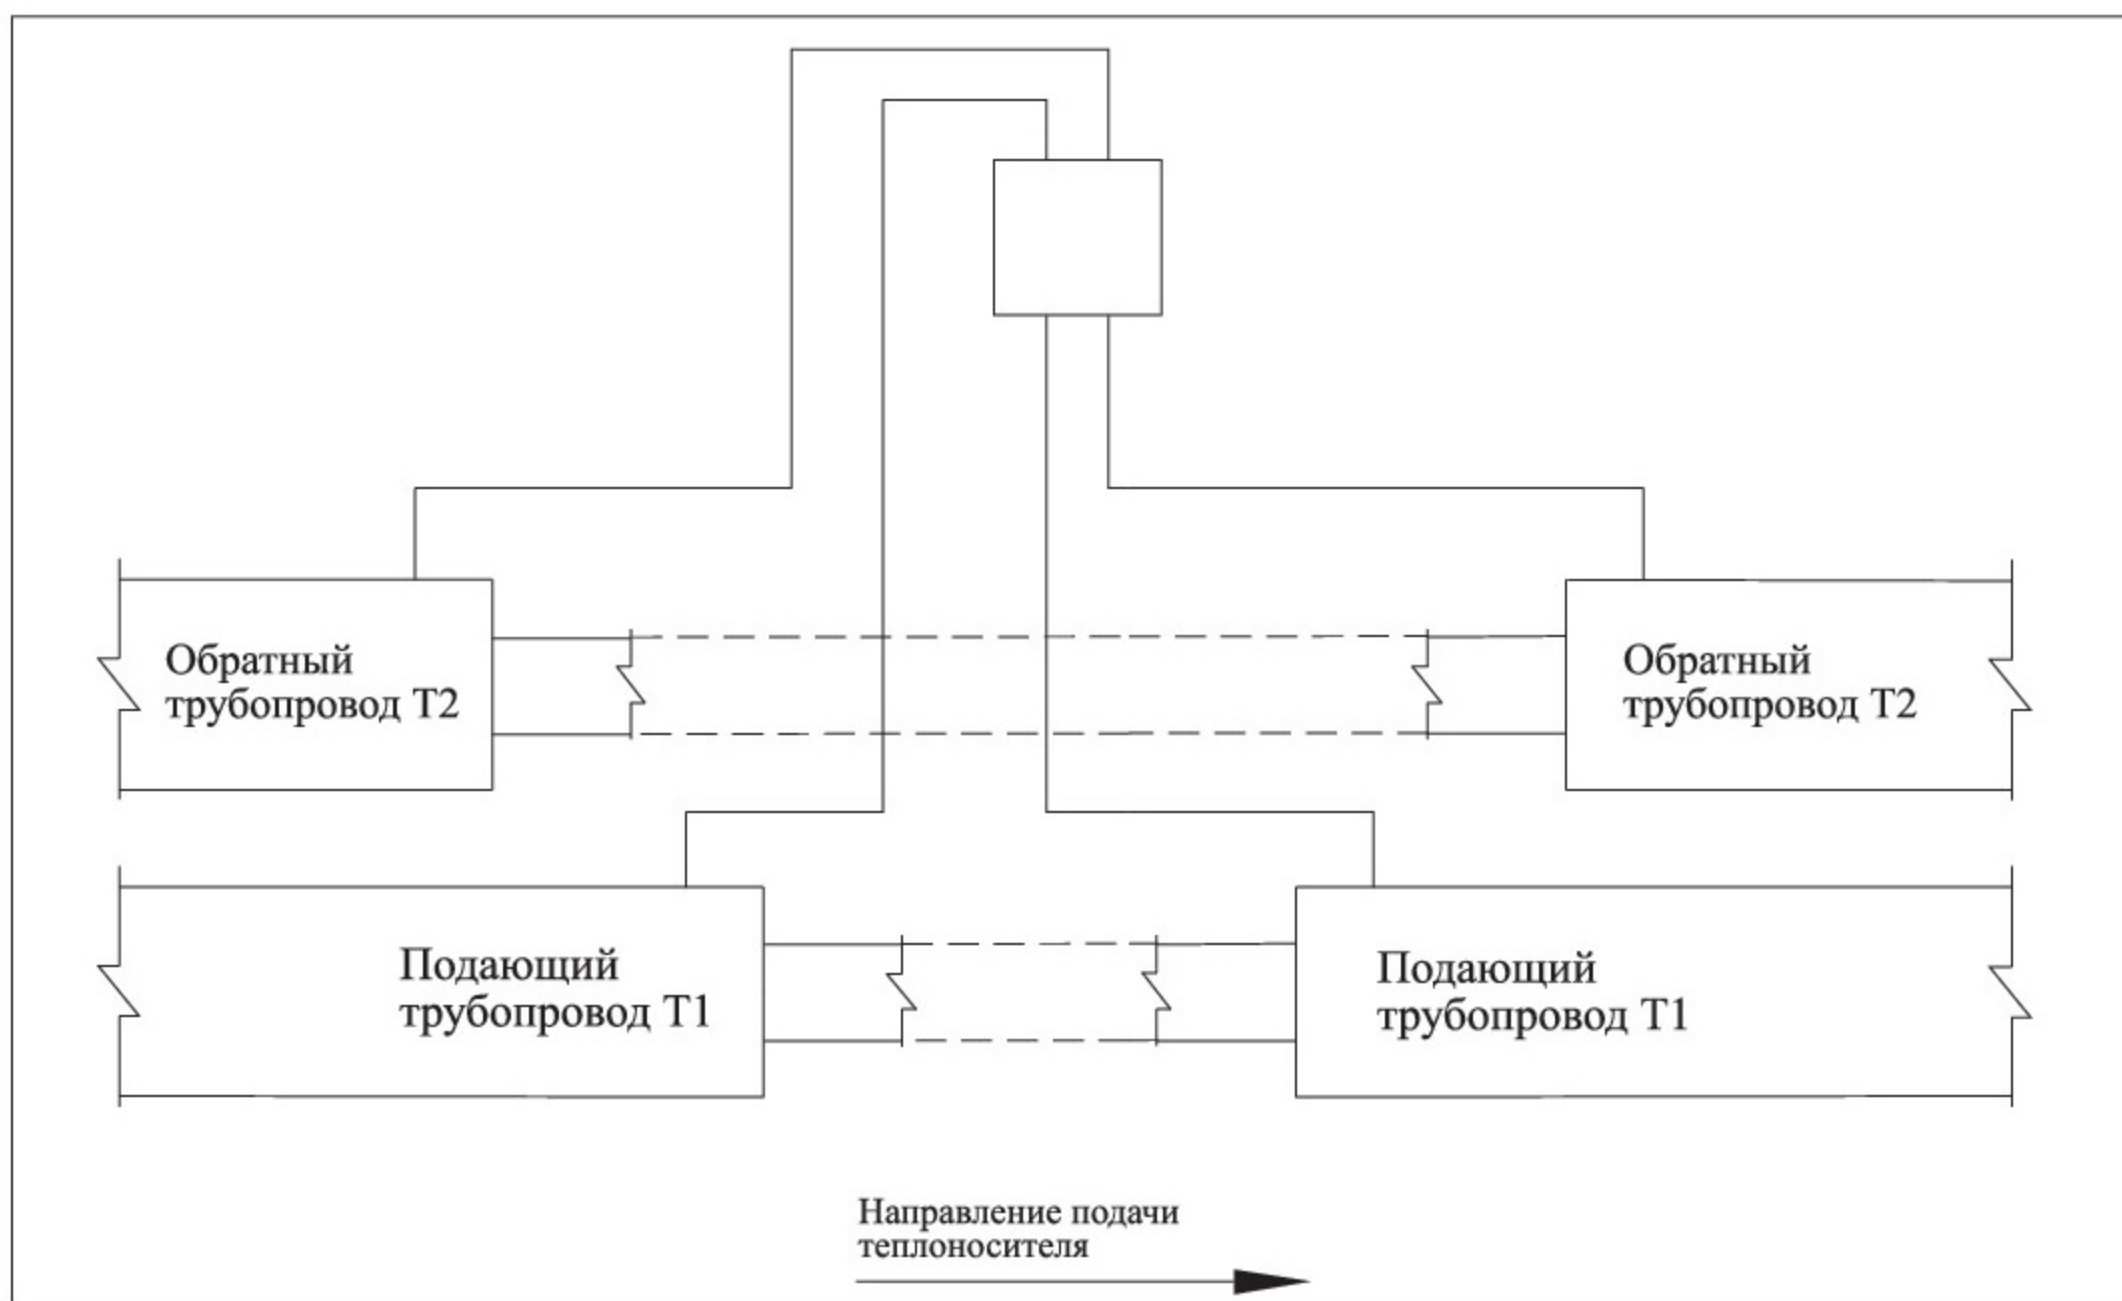

Рис. 5 Закольцовка одной четырехтрубной системы ОДК
- 2.3. Разъединение/закольцовка двух независимых двухтрубных систем ОДК, сходящихся с двух сторон в тепловой камере или другом объекте - **Рис. 5, 9.**
- 2.4. Соединение двух независимых двухтрубных систем ОДК, сходящихся с двух сторон в тепловой камере или другом подобном объекте - **Рис. 5, 10.**